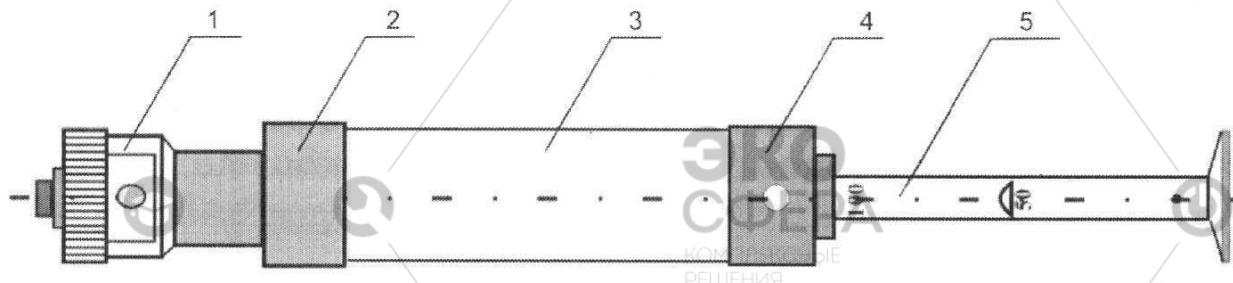

Рис. 1. Внешний вид насоса-пробоотборника ручного НП-3М:
1.3.2. Основу насоса (рис. 1) составляет цилиндр (3), в котором размещается шток с поршнем (5). Роль обратного клапана на поршне выполняет сквозное отверстие, прикрытое манжетой, надетой на шток. На один из концов цилиндра наворачивается крышка с фиксатором (4),держивающая шток в требуемом положении. К другому концу цилиндра с помощью переходной втулки (2) крепится насадка (1). В переходной втулке помещен защитный патрон с сорбентом. На насадке с торца при помощи гайки зафиксирована уплотнительная втулка, предназначенная для установки средства контроля ГВС. На насадке сбоку находится отверстие для обламывания концов стеклянных трубок. Внутри насадки под смотровым окошком закреплена контрольная мембрана, прижатая возвратной пружиной к смотровому окошку. Смотровое окошко закреплено на насадке двумя винта-